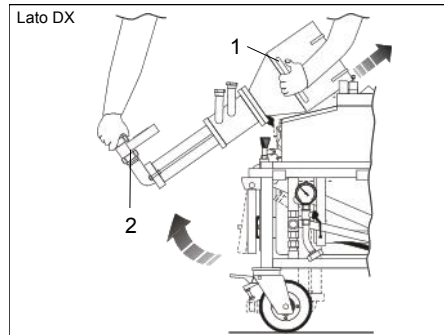

FIG.11 (Sollevamento della camera di miscelazione)
- 3) Sollevare la camera di miscelazione tramite le due apposite maniglie laterali (FIG.11-Rif.1) e l'attacco uscita materiale (FIG.11-Rif.2);
- 4) Trattenendo saldamente la camera di miscelazione nella posizione orizzontale (v. FIG.11), sollevare la stessa facendo fuoriuscire le estremità del perno dalla cerniera.